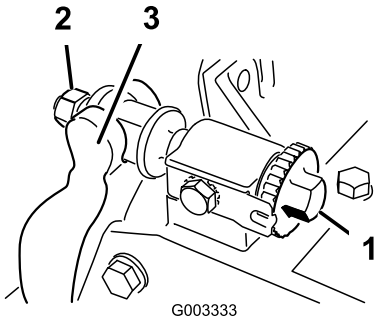

Figura 59
- 1. Rode o parafuso de ajuste da barra de apoio no sentido contrário ao dos ponteiros do relógio, para afastar a lâmina de corte do cilindro (Figura 59).